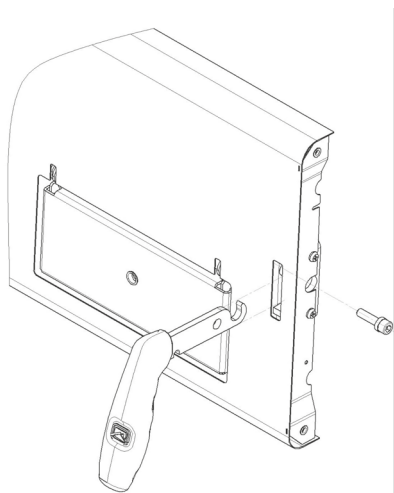

Рисунок 8.3
3. Разместить ручку и закрепить (Рисунок 8.3). В момент установки одно из фторопластовых колец во время установки рекомендуется разместить на резьбовой бобышке, а второе на фиксирующем винте.